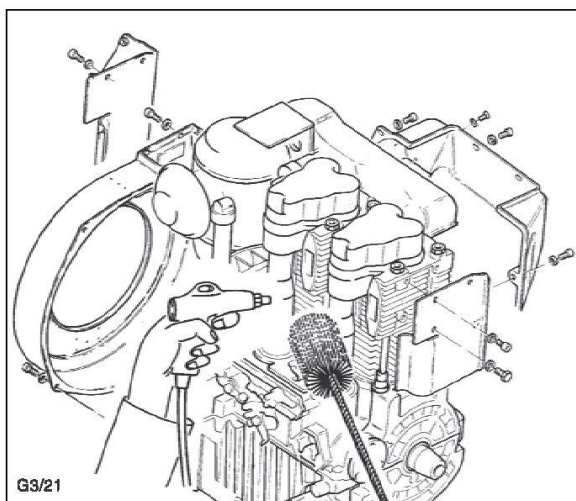
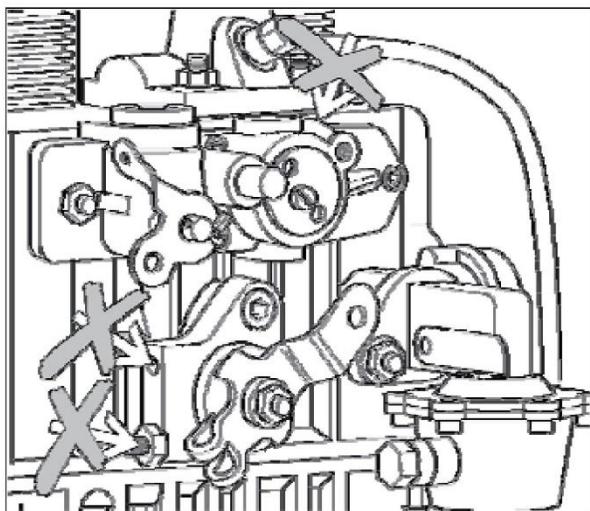

Рис. 22
Рис. 23
- Выньте пробку отверстия для слива масла «1» и дайте маслу полностью стечь (рис. 22 - без масляного поддона, рис. 23 - с масляным поддоном).